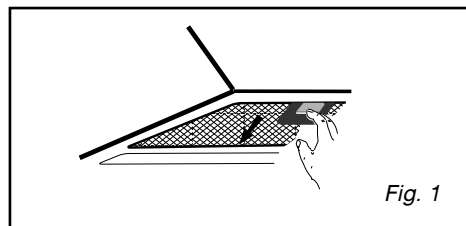

Fig. 1
- Spingere l'impugnatura integrata del filtro cassetta (Fig.1).
- Togliere la base (Fig. 1).